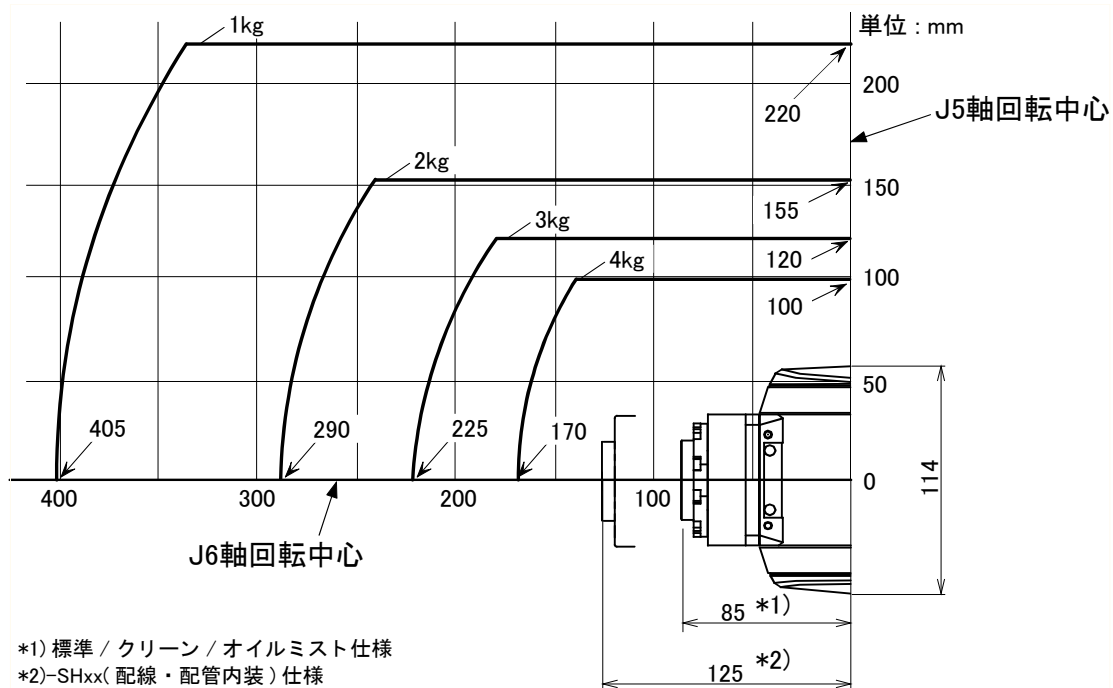
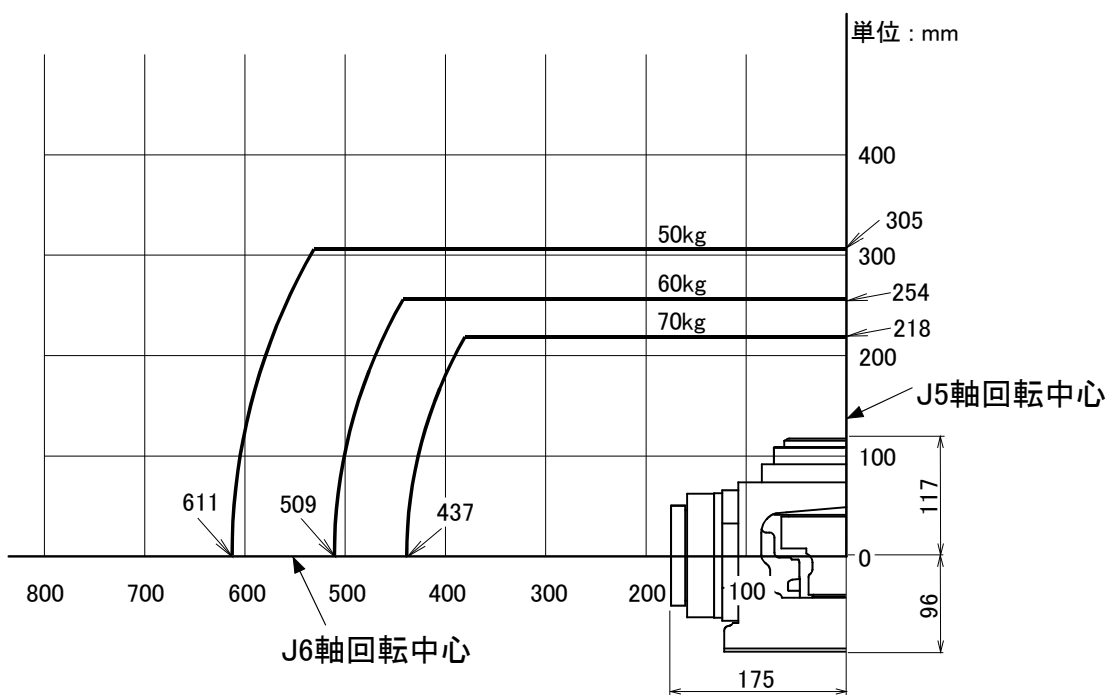

図 2-1 : 負荷重心位置 : RV-4F/4FL/4FJL(比較的小さい体積の場合)
図 2-7 : 負荷重心位置 : RV-70F(比較的負荷体積が小さい場合)
- (1) ツーリングは、16 ページの「2.1.1 基本仕様」に記載しています許容モーメント以下、および許容イナーシャ以下の条件を満たすようにしてください。
- (2) 図 2-1 ~ 図 2-7 に負荷の体積が比較的小さい場合の重心位置の分布寸法を示しています。図を参考にツーリングの設計をしてください。
- (3) 負荷が質量でなく、力の場合も 16 ページの「2.1 標準仕様」に記載しています許容モーメントの値を超えないようにツーリングを設計してください。